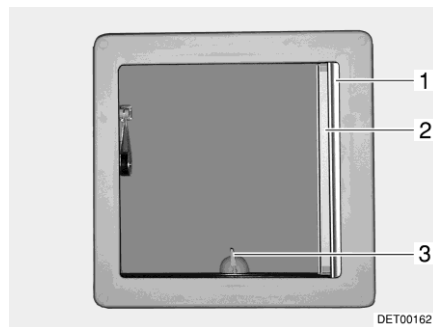
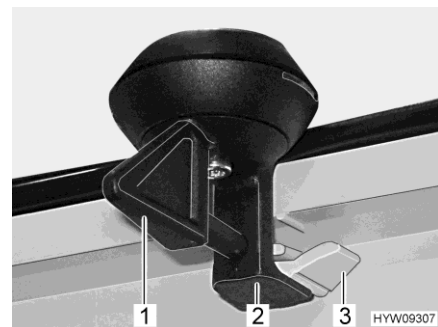

Bild 44 Kipp-Dachhaube
Bild 45 Verriegelung (Kipp-Dachhaube)
- Den Hebel (Bild 44,3 bzw. Bild 45,1) eine viertel Umdrehung drehen.
- Den Hebel eine viertel Umdrehung drehen. Die Verriegelung (Bild 45,2) muss in die untere Raste (Bild 45,3) gleiten.
- Faltverdunklung (Bild 44,1) ausziehen und an gewünschter Position loslassen. Die Faltverdunklung bleibt in dieser Position stehen.
- Insektenschutzrollo (Bild 44,2) ausziehen, bis es an der Verriegelung an der gegenüberliegenden Seite einrastet.